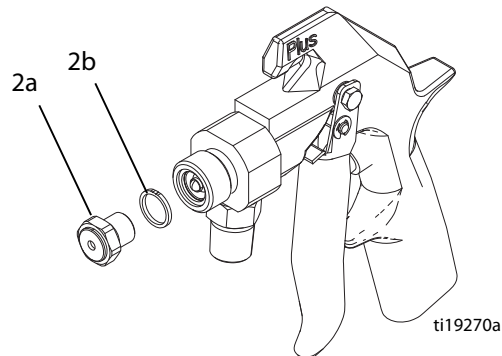

Рис. 6
3. Отвинтите седло клапана (2a). Извлеките прокладку (2b). См. Рис. 6.